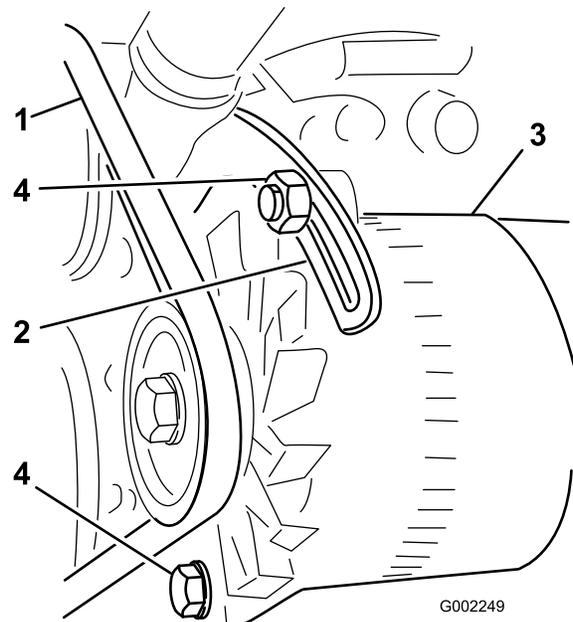

Bild 58
3. Lösen Sie die Schrauben, mit denen der Bügel am Motor befestigt ist, und die Schraube, mit der die Lichtmaschine am Bügel befestigt ist (**Bild 58**).